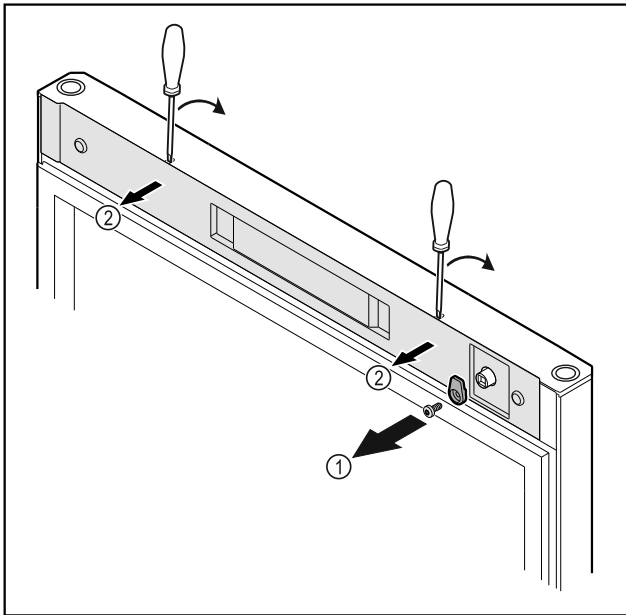

Fig. 52
- Schließhaken Fig. 52 (1) abschrauben.
- Abdeckung Fig. 52 (2) mit einem kleinen Schraubendreher ausrasten und abnehmen.